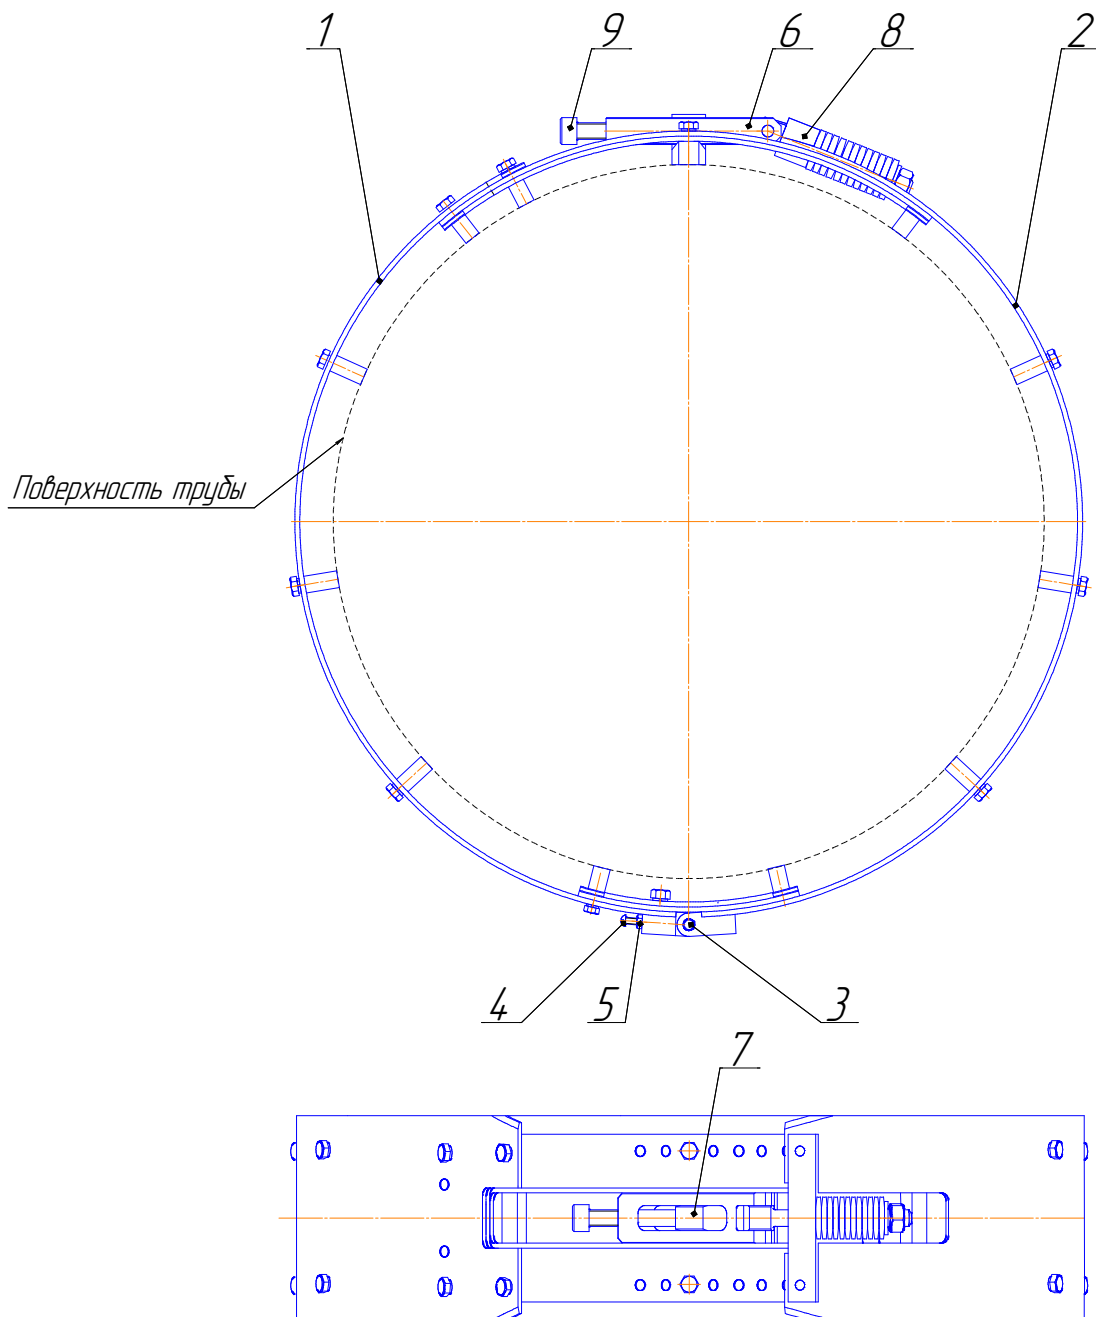

Рисунок 6 - Пояс направляющий
2.2.3 При поперечной строжке трубы, установить пояс (рисунок 6) соответствующего типоразмера. Для этого наложить пояс на трубу, накинуть тягу-вилку – поз. 6 на упор – поз. 7, затем затянуть винт – поз. 9 ключом-шаблоном ТТ 372-012101, обеспечив свободное перемещение пояса вдоль трубы. При помощи ключа-шаблона выставить пояс на расстоянии не менее 200 мм от места строжки. Зафиксировать пояс затягиванием винта – поз. 9 до момента отрыва тяги-вилки – поз. 6 от упора – поз. 8.